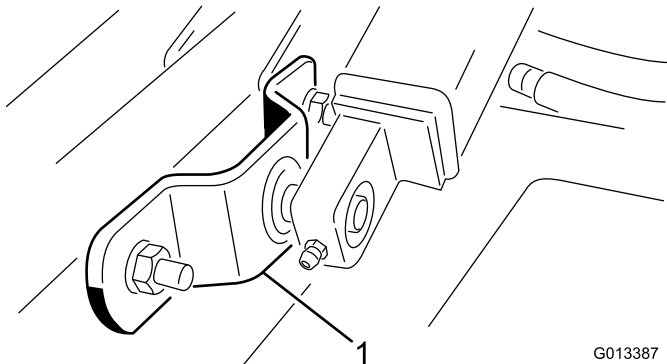

Figure 8
9. Retirez les boulons, les rondelles et les contre-écrous qui fixent chaque support de bras de relevage au tube de bras de pivot (Figure 8).